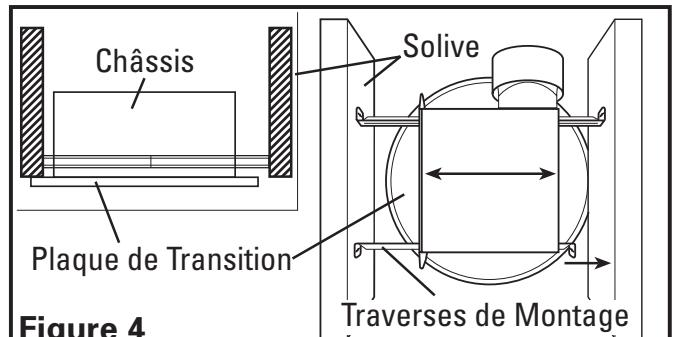
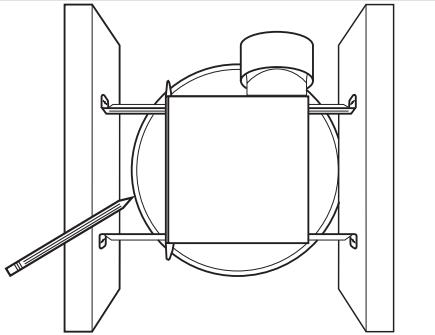

Figure 4
Figure 6
- Installation du guide de montage:** installer les guides sur le châssis et positionner le châssis près de la solive avec la plaque de transition à effleurement avec le côté inférieur de la solive. Fixer les extrémités des guides avec des vis ou des clous (non-compris) aux solives et glisser le châssis à sa position finale (**Figure 4**).
- Installation des Traverses de Montage:** placer le châssis en position entre les solives et tracer un contour sur le matériau du plafond (**Figure 6**). Mettre le châssis de côté et découper l'ouverture, en prenant soin de ne pas couper ou endommager des câbles électriques dissimulés ou autres utilités. Installer les traverses sur le châssis et positionner le châssis dans le trou percé précédemment afin qu'il soit à effleurement avec le plafond fini. Fixer les extrémités des traverses aux solives (**Figure 4**).